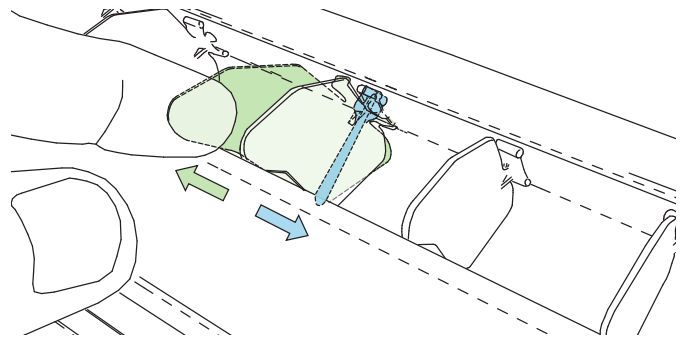

Bild 1. Airflex, individuellt ställbara luftriktare minskar risken för drag och tillåter inställning av kortare kastlängd.
- Samtliga luftspalter på produkten är utrustade med Airflex, ställbara luftriktare (bild 1) som standard. Airflex gör det möjligt att rikta luften och på så sätt få ett dragfritt inneklimat.